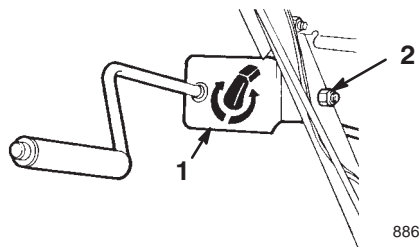

Figura 14
1. Montate la staffa e l'asta di comando dello scivolo sul lato sinistro del gruppo stegole, con il bullone e il dado di bloccaggio, come riportato nella Figura 14.